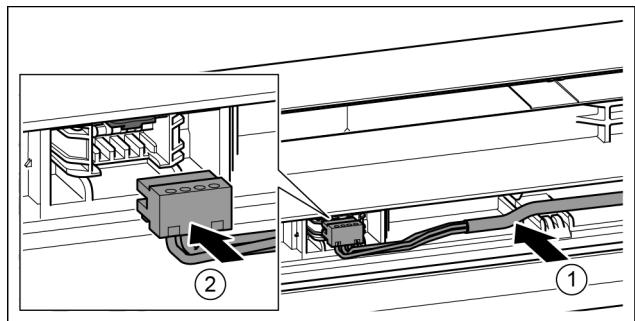

Fig. 38
- Introduzca el cable gris en la guía ubicada en la puerta superior. *Fig. 38 (1)*
- Encage el conector. *Fig. 38 (2)*